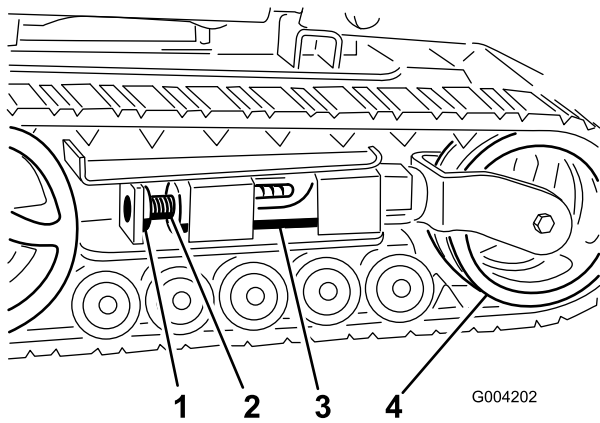
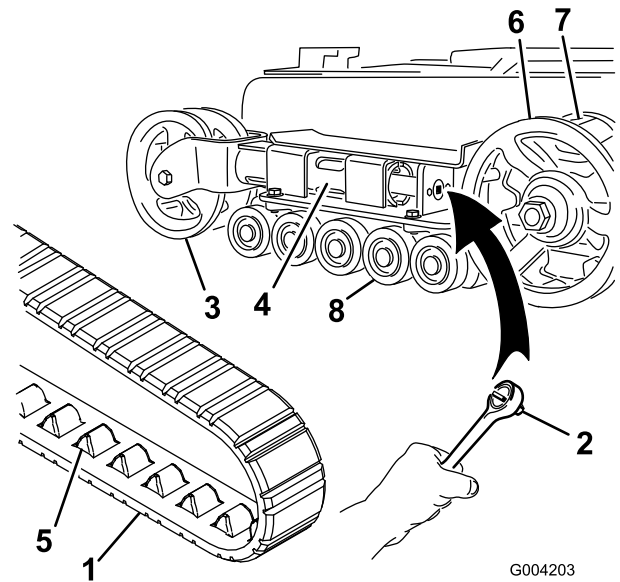
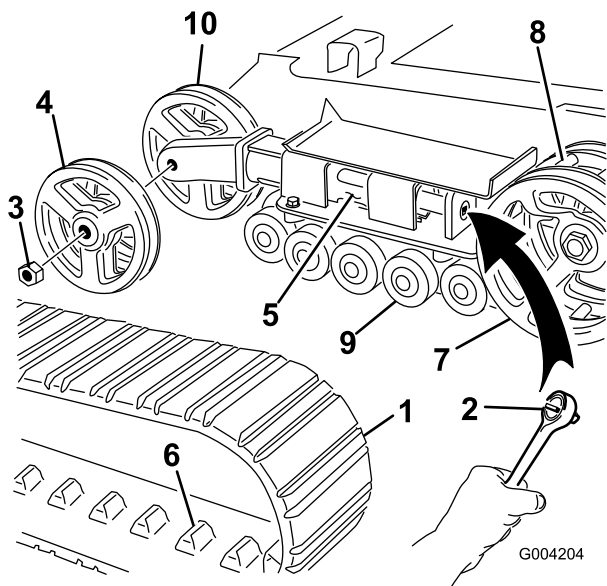

Figura 45
Figura 46
Figura 47
4. Retire el perno de bloqueo y la tuerca (Figura 45).
- Alinee la muesca más próxima del tornillo tensor con el taladro del perno de bloqueo, y fije el tornillo con el perno de bloqueo y la tuerca (Figura 45).
- Empuje la rueda tensora hacia la parte de atrás de la unidad de tracción para mover el tubo tensor contra el bastidor (Figura 46).
- Cuando haya retirado la oruga de la rueda tensora, retírela del piñón de arrastre y de las ruedas de rodaje (Figura 46).
- Empezando en la rueda motriz, pase la oruga nueva alrededor de dicha rueda, asegurándose de que los salientes de la oruga encajen entre los dientes del piñón (Figura 46).
- Empuje la oruga por debajo de y entre las ruedas de rodaje (Figura 46).
**Nota:** Tiene orugas estrechas si las ruedas de tensión delanteras están montadas dentro de una horquilla en el extremo del tubo de tensión (Figura 46).
- Retire el perno de bloqueo y la tuerca (Figura 45).
- Usando una llave de carraca de  $\frac{1}{2}$ ", alivie la tensión en la oruga girando el tornillo tensor en sentido horario (Figura 45 y Figura 46).
**Nota:** Tiene orugas estrechas si las ruedas de tensión delanteras están montadas en los laterales del extremo del tubo de tensión (Figura 47).
5. Usando una llave de carraca de ½", alivie la tensión en la oruga girando el tornillo tensor en sentido horario (Figura 45 y Figura 47).
6. Empuje la rueda tensora hacia la parte de atrás de la unidad de tracción para mover el tubo tensor contra el bastidor (Figura 47).
7. Retire la tuerca que fija la rueda tensora exterior y retire la rueda (Figura 47).
8. Retire la oruga (Figura 47).
9. Retire la tuerca que fija la rueda tensora interior y retire la rueda (Figura 47).
13. Instale la rueda tensora interior y fíjela con la tuerca que retiró anteriormente (Figura 47).
15. Instale la oruga nueva, asegurándose de que los salientes de la oruga encajen entre los dientes del centro la rueda motriz (Figura 47).
16. Instale la rueda tensora exterior y fíjela con la tuerca que retiró anteriormente (Figura 47).
6. Coloque el tapón engrasado sobre la cabeza del perno (Figura 46).
7. Sujete el tapón de la rueda de rodaje con la anilla a presión (Figura 46).